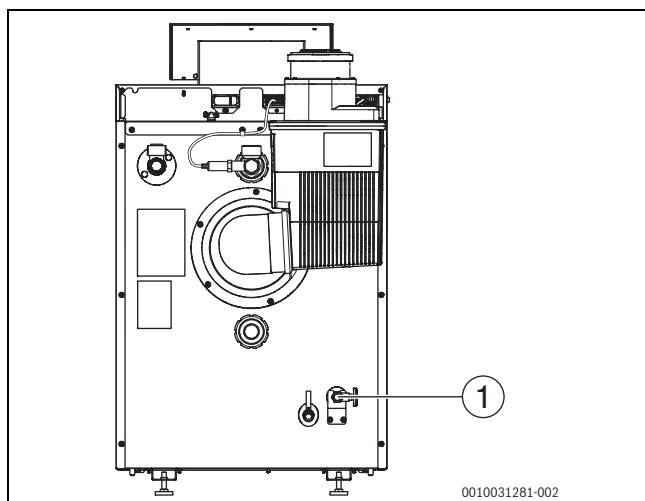

Bild 31 Rückansicht
- Ölleitung am Öl-Absperrventil (→ Bild 31 [1]) montieren.